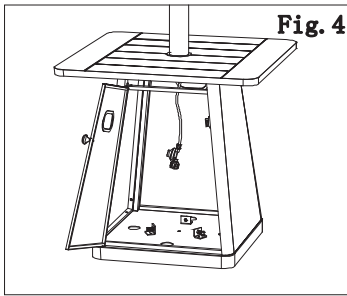

Fig. 4
1. Open the door and control valve outside. See Fig 4.
1. Ouvrez la porte et le robinet de commande à l'extérieur. Voir Fig 4.